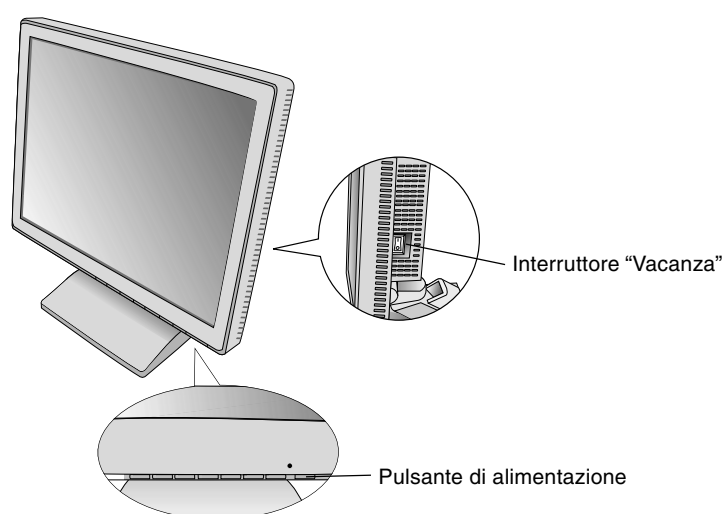

Figura D.1
6. L'interruttore "Vacanza" sul lato destro del monitor deve essere in condizione ON (**Figura D.1**). Accendere il monitor e il computer con il pulsante di alimentazione.